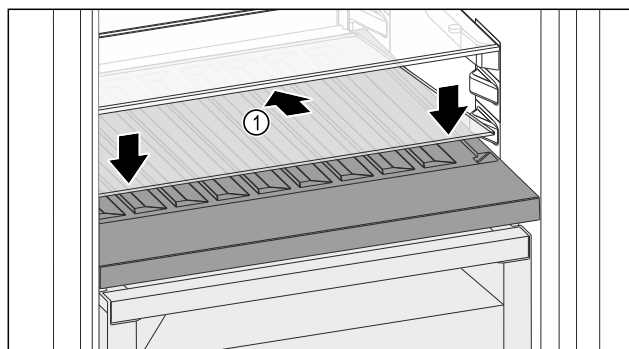

Fig. 174
- ▶ Postavite staklenu ploču Fig. 174 (1) ukoso, nagnutu straga prema dolje.
- ▶ Staklenu ploču Fig. 174 (1) podignite sprijeda.